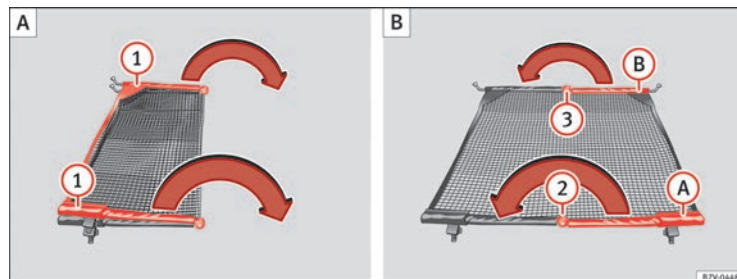

Fig. 93 Desplegar la red de separación ① y plegarla de nuevo ② y ③.
⇒ fig. 93 ① en la dirección de la flecha hasta que se oiga un "clic".
- Pulse el botón de desbloqueo ⇒ fig. 93 (2) y pliegue la varilla (A) en la dirección de la flecha con el botón de desbloqueo pulsado.
- Pulse el botón de desbloqueo (3) y pliegue la varilla (B) en la dirección de la flecha con el botón de desbloqueo pulsado.